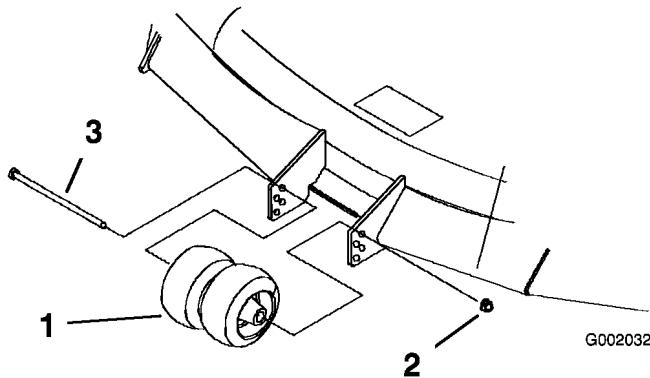

Figure 21
3. Lorsque la hauteur de coupe est réglée, enlevez le boulon et l'écrou (Figure 21).
4. Choisissez le trou qui convient pour que les galets centraux se trouvent le plus près possible de la hauteur de coupe correspondante voulue (Figure 21).
5. Posez le boulon, les galets centraux et l'écrou (Figure 21).